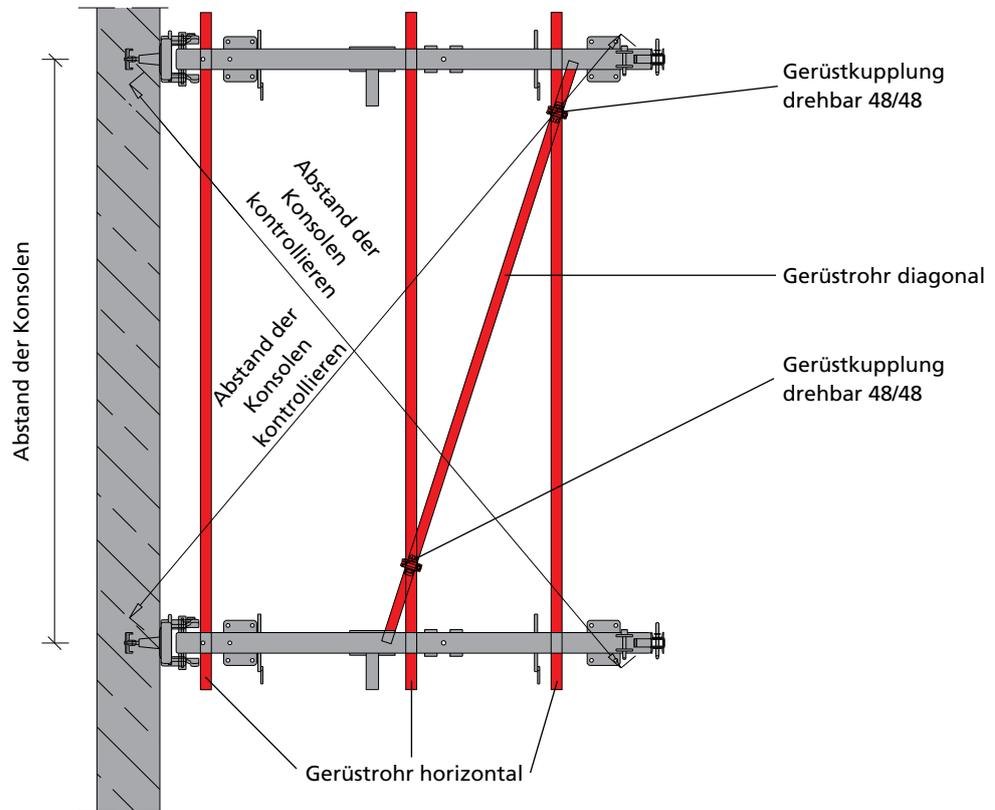

Abb. 16.1
1. Abstand der Konsolen kontrollieren (Abb. 16.1).
2. An den Anschraubkupplungen der Konsole 3 Gerüstrohre horizontal anbringen. Die beiden horizontalen Gerüstrohre an der Vorderseite der Konsole mit Gerüstkupplungen drehbar 48/48 ausstatten und daran ein diagonales Gerüstrohr befestigen (Abb. 16.1 und 16.2).